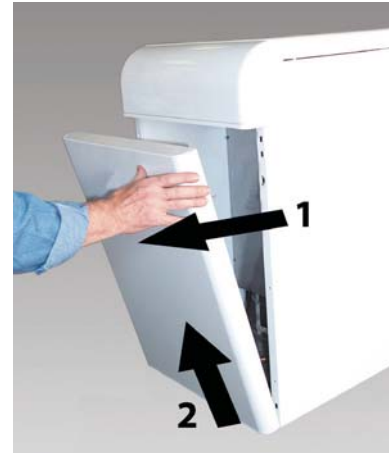

рис. 5 - Открытие передней панели
Для открытия передней панели котла следуйте указаниям, приведенным в рис. 5.
- Снимите лицевую панель котла (рис. 5).